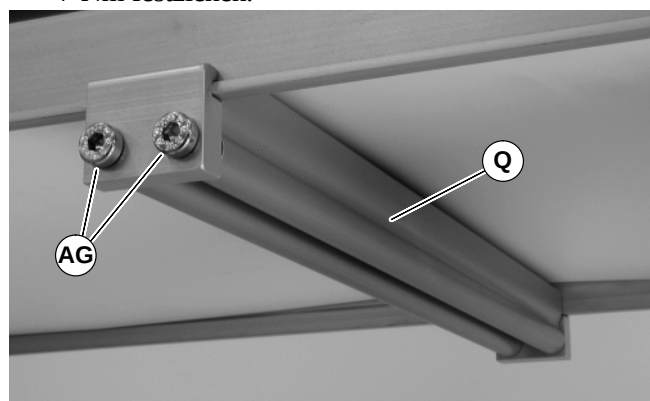

Abbildung 16
3. Die Stützrollenbaugruppe (Q siehe Abbildung 16) wie abgebildet installieren. Die Schrauben (AG) mit 7 Nm festziehen.